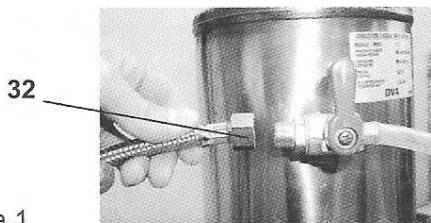

Figura 1
1. Należy użyć przewód 32 (900 mm, dostarczany jako wyposażenie ekspresu) do połączenia zaworu odcinającego sieci wodnej z zaworem spustowym 1 wlewu wody do zmiękczacza (figura 1).
1. Należy użyć przewód 32 (900 mm, dostarczany jako wyposażenie ekspresu) do połączenia zaworu odcinającego sieci wodnej z zaworem spustowym 1 wlotu wody do zmiękczacza (figura 1).